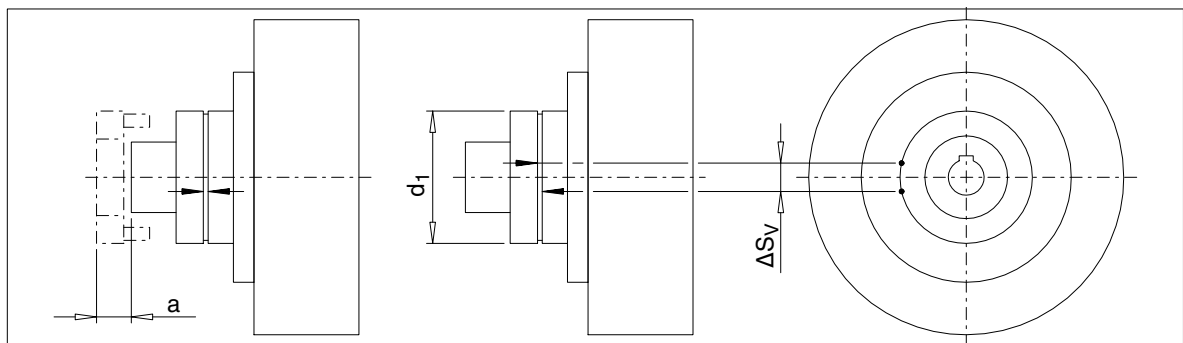

Bild 10: Wartungsintervall der N-EUPEX-Anbaukupplung
Soweit für den Betrieb der Kupplung ein erhöhtes Kupplungsspiel nicht von Nachteil ist, können die elastischen Pakete (12) bis zum Erreichen einer definierten Verschleißgrenze im Einsatz verbleiben, bevor sie auszuwechseln sind. Zur Beurteilung des Verschleißes wird in Tabelle 11 das erlaubte Verdrehspiel ausgewiesen, das auf das Sehnenmaß ΔS_V am äußeren Kupplungsdurchmesser umgerechnet ist. Um das Maß ΔS_V zu ermitteln, wird ein Kupplungsteil ohne Drehmoment bis zum Anschlag gedreht und eine Markierung beidseitig aufgebracht (siehe Bild 10). Durch Drehen des Kupplungsteils in die entgegengesetzte Drehrichtung bis zum Anschlag, wandern die Markierungen auseinander. Der Abstand zwischen den Markierungen ergibt das Sehnenmaß ΔS_V . Überschreitet das Maß ΔS_V den in Tabelle 11 angegebenen Wert, ist ein Austausch der Pakete (12) vorzunehmen.
Bei der Bauart FGD/FVD ist ein Auswechseln der Pakete (12) ohne ein Verschieben der gekuppelten Maschinen möglich, wenn das Auswechselmaß "a" (siehe Tabelle 11 und Bild 10) berücksichtigt wurde. Nach Lösen der Schraubenverbindung Teil 2/3 wird Teil 3 axial verschoben und zum Teil 2 verdreht. Die Pakete (12) sind dann frei zugänglich.